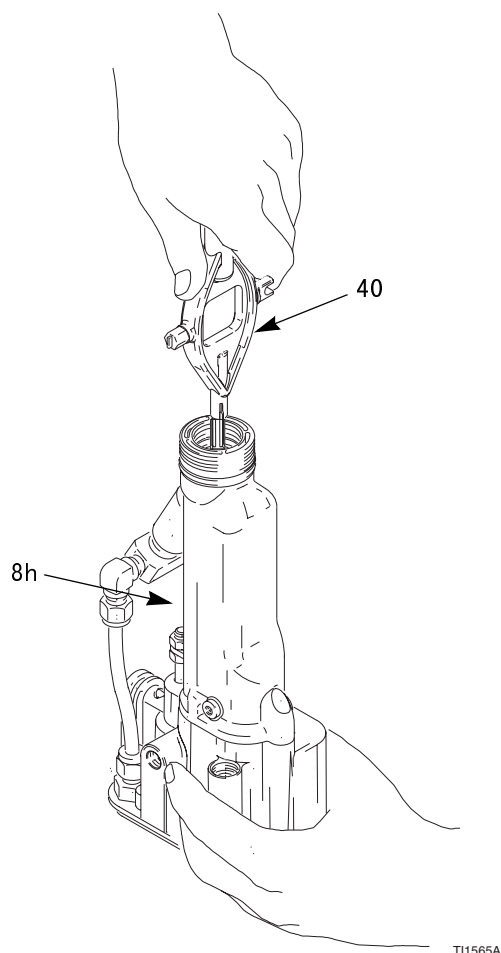

图 22. 电极更换
3. 用多用工具（ 40 ）拧下电极（ 7 ）。握牢密封杆末端（ 8h ）以防其转动，图 22。